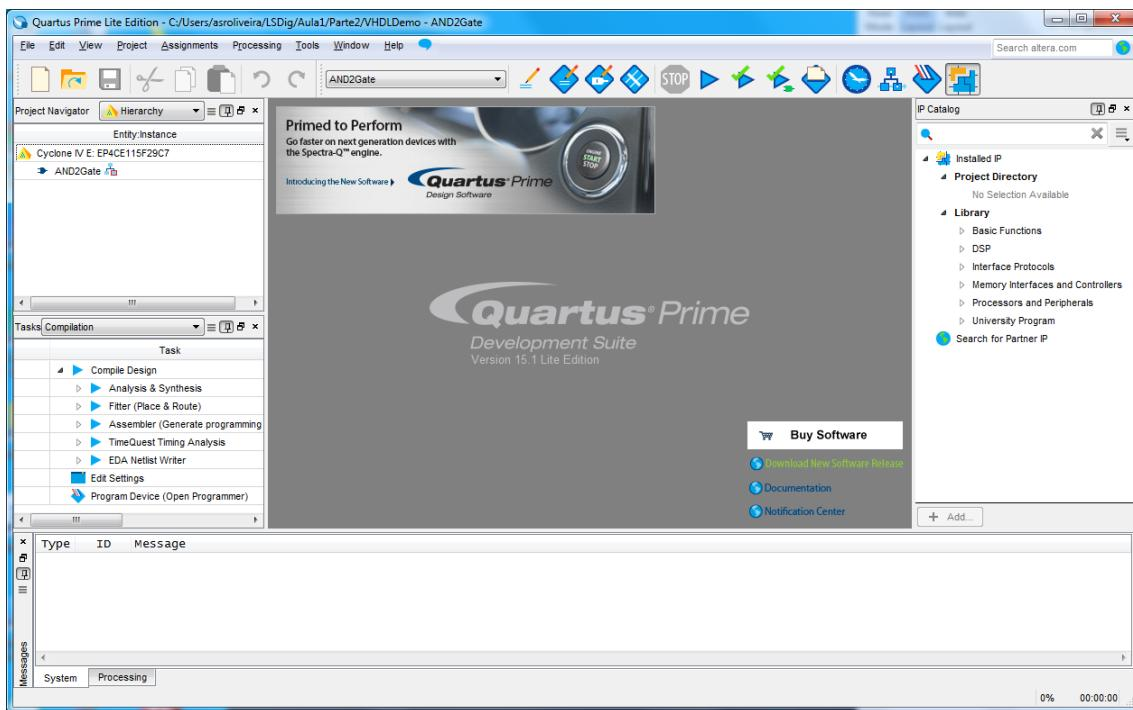

Figura 32 – “Altera Quartus Prime” IDE após a criação do projeto.
2. Após premir “Finish” o IDE “Altera Quartus Prime” deve apresentar o aspeto da Figura 32.